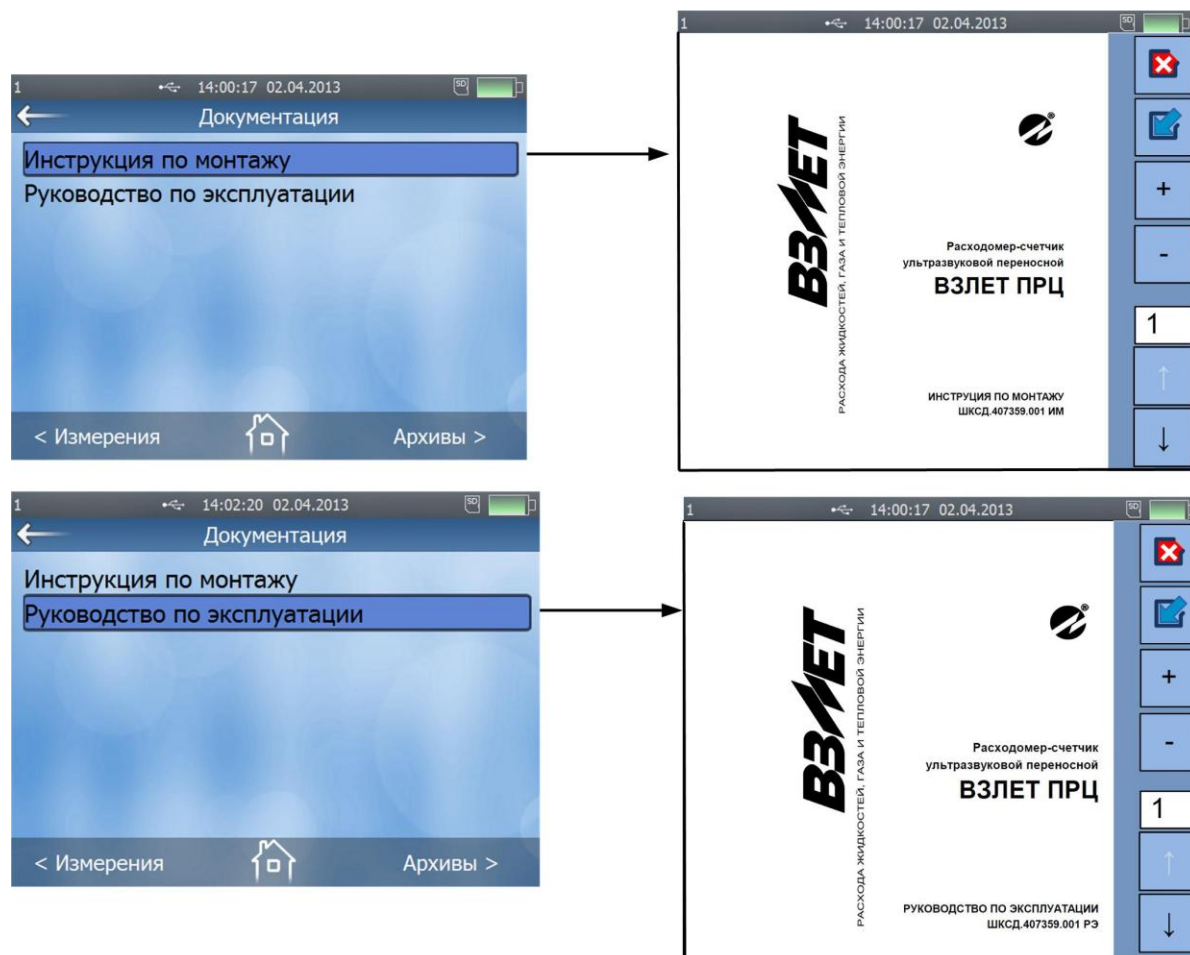

Рис.15. Меню «Документация»
4.11. В меню **Документация** (рис.15) доступны для чтения руководство по эксплуатации и инструкция по монтажу на расходомер, что облегчает работу с прибором и его монтаж при отсутствии на объекте эксплуатации персонального компьютера или печатного издания эксплуатационной документации.